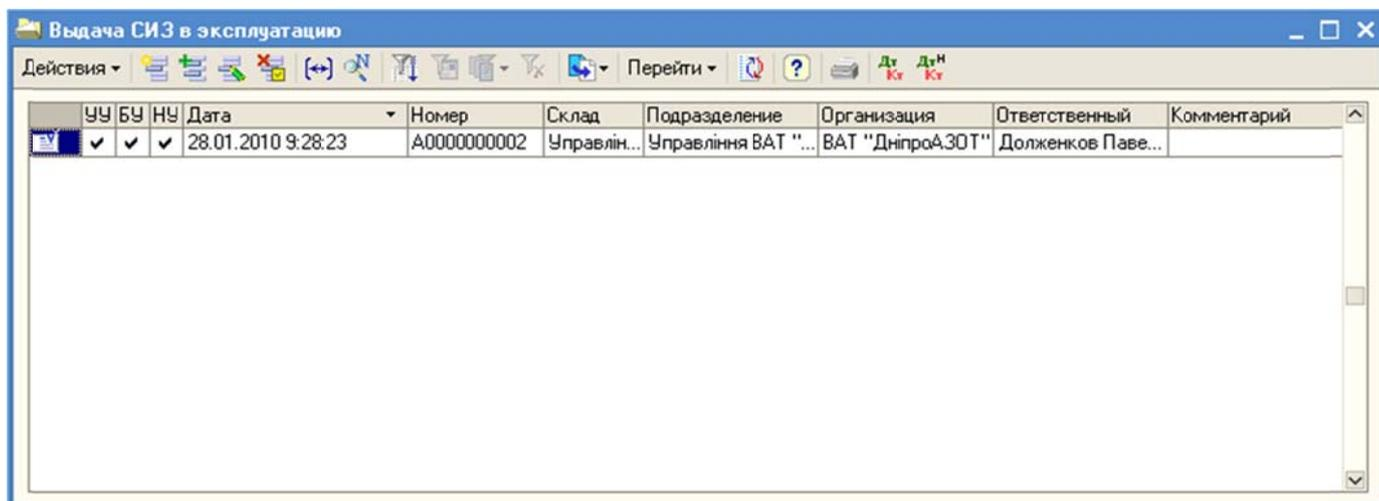

Рисунок 59 – Список документов «Выдача СИЗ в эксплуатацию»
1. Открыть список документов «Выдача СИЗ в эксплуатацию» (Рисунок 59), используя главное меню программного комплекса (Обеспечение -> Выдача СИЗ в эксплуатацию).